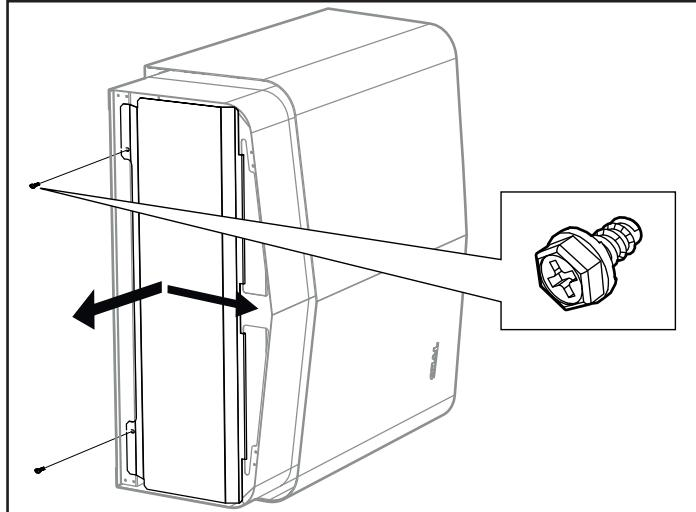

Рисунок 9: Открытие/закрытие крышки
- Открутите винты и откройте крышку (см. Рисунок 9).
- Закройте крышку и закрутите винты (см. Рисунок 9).